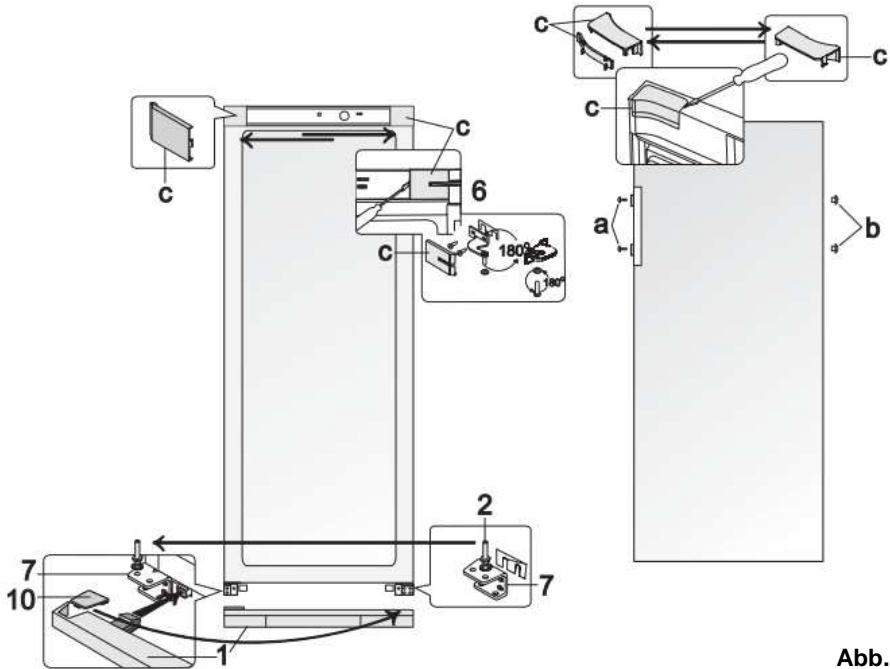

Abb. 8
Flaschenkühlschrank 700272 (Abb. 8)
1. Entfernen Sie die Abdeckleisten (c) vom Gehäuse und Türinnenseite, nehmen Sie die obere Halterung (6) samt Unterlegscheiben mit aufgestülpten Unterlegscheiben und Kunststoffdichtung unter der Halterung ab.
3. Nehmen Sie die untere Abdeckleiste (1) ab.
4. Lösen Sie den Tragstift (2) von der unteren Halterung (7). Schrauben Sie ihn zusammen mit allen Scheiben an der gegenüberliegenden Halterung (7), symmetrisch der vorherigen Stellung (Abb. 8).
5. Setzen Sie die Kühlschrankschranktür auf den Tragstift (2) von Halterung (7).
6. Drehen Sie die Halterung (6) samt Tragstift, aufgestülpten Unterlegscheiben und Kunststoffdichtung um 180°. Drehen Sie den Tragstift samt Unterlegscheiben heraus und schrauben Sie ihn auf der anderen Seite der Halterung wieder fest. Setzen Sie die Halterung (6) in der Kühlschrankschranktür ein und schrauben Sie diese in die Öffnungen auf der Gegenseite des Kühlschranks fest.
9. Entfernen Sie den Deckel (**10**) der unteren Abdeckung (**1**) und legen Sie ihn in die Führungen auf der anderen Seite der unteren Abdeckung (**1**) (symmetrisch der vorherigen Stellung). Setzen Sie den linken und rechten Bein der unteren Abdeckung (**1**) in die Löcher (**Abb. 8**) und schieben Sie die Abdeckung bis diese einrastet.